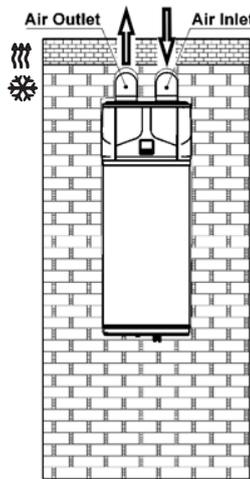

Fig. 17a
6.3.3. Conducto de ventilación. (Fig. 17a, 17)